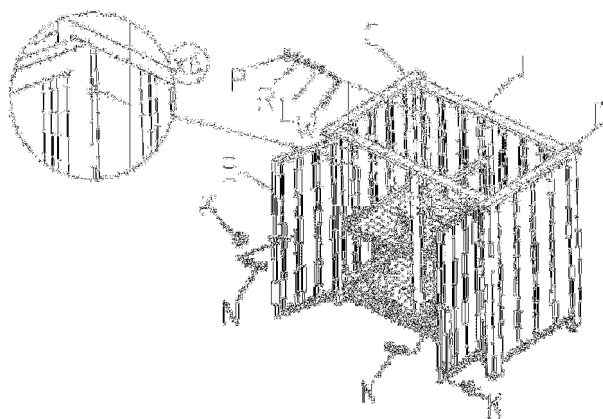

Figure 4
4. Monter le cadre de porte (E), le côté gauche (C), le côté droite (D) et le diviseur (F) ensemble avec 6 boulons $\frac{1}{4}$ in x 30 mm (L), 6 rondelles plates (P) et 6 rondelles élastiques (R) à l'aide de clé Allen (W); attacher la manette (K) à la porte (E) avec vis #4 x 30 mm (N) (voir Figure 4).